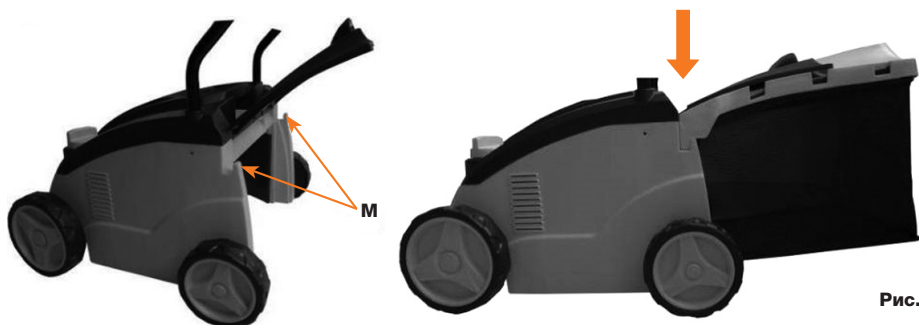

Рис. 3
- Чтобы присоединить травосборник, приподнимите крышку, а затем совместите крепежные отверстия травосборника, с направляющими **М** и вставьте травосборник (рис. 3).